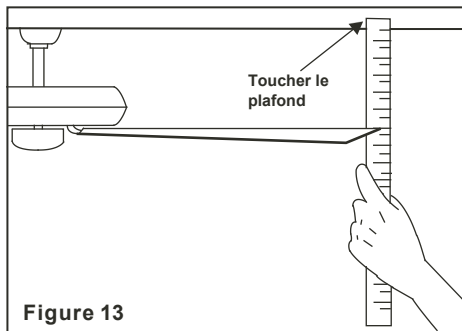

Figure 13
2. La plupart des problèmes d'oscillation des ventilateurs surviennent lorsque les pales ne sont pas toutes au même niveau. Vérifiez le niveau en choisissant un point au plafond qui soit aligné avec la pointe de l'une des pales. Mesurez la distance, comme illustré à la Figure 13. Faites tourner le ventilateur jusqu'à ce que la prochaine pale soit placée correctement pour prendre la mesure. Répétez cette opération pour chacune des pales. Tout écart de distance doit demeurer à l'intérieur de 1/8 po.